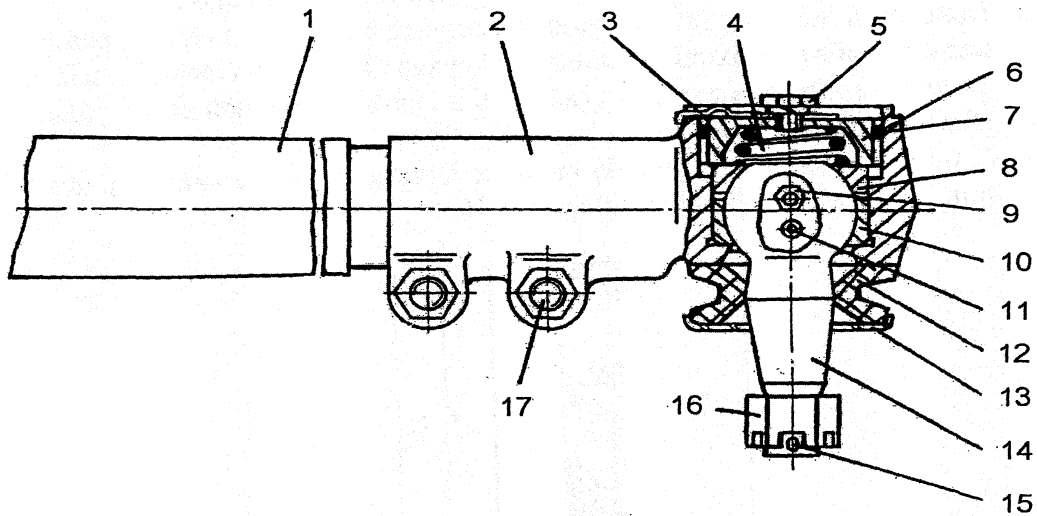
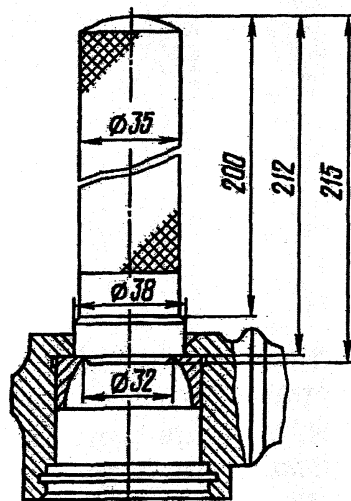

Рис. 68. Тяга поперечная рулевая:
Рис. 69. Выпрессовка сухаря шарового пальца
Поперечная рулевая тяга (рис.68) представляет собой штангу с накрученными на ее концы наконечниками 2, в которых закреплены шаровые пальцы 14. Поперечная тяга рулевой трапеции соединяет нижние рычаги поворотных кулаков передних колес. С помощью наконечников 2 можно изменять длину тяги и регулировать схождение колес.
4. С помощью оправки (рис.69) выпрессовать из головки наконечника 2 (рис.68) нижний сферический сухарь 10.
1. Установить и зажать рулевую тягу в тисках, запрессовать в наконечник 2 тяги (рис.68) нижний сферический сухарь 10 и заложить смазку ЛИ-ТОЛ-24.
Схема пневматического оборудования тормозов и питания сжатым воздухом других потребителей на автомобиле приведена на рис.68.